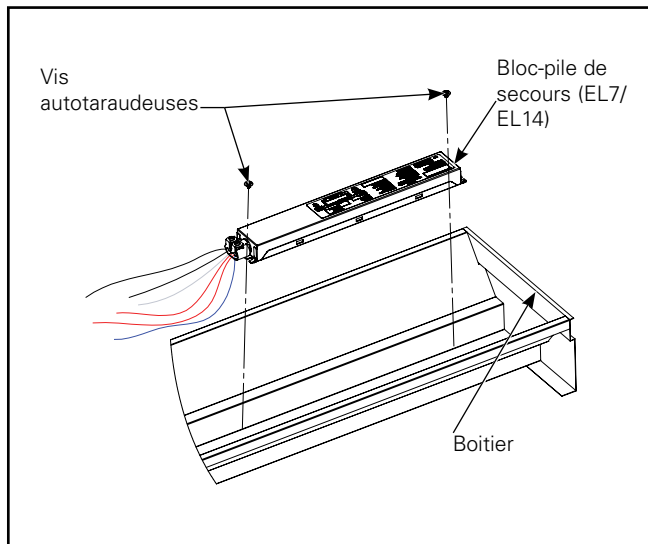

Figure 7.
1. APPAREIL EM – Installez l'appareil EM au caisson de luminaire existant. L'appareil EM doit être monté de manière à permettre une longueur de câble suffisante pour effectuer tous les raccords au pilote DEL et à l'interrupteur d'essai du EM. Montez l'appareil EM près de l'extrémité du caisson, où l'interrupteur d'essai du EM sera situé (Figure 7).